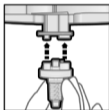

Рис. 2
3. Наденьте один из смешивающих наконечников Dynamix на выходные отверстия картриджа. (Рис. 2)